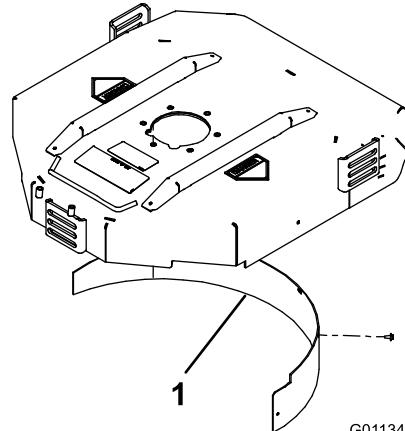

Bild 4
2. Montieren Sie das Mulchablenkblech in der hinteren Öffnung und befestigen Sie es mit 5 Bundschrauben (**Bild 4**).